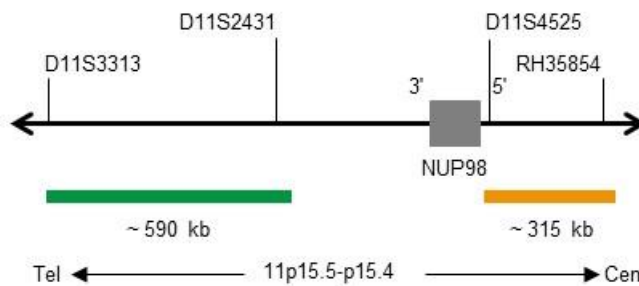

Fig. 1: SPEC NUP98 Mapa de la sonda (no está a escala)
- Polinucleótidos marcados en verde (excitación a 503 nm/emisión a 528 nm) ZyGreen (~10,0 ng/μl), dirigidos a secuencias localizadas en 11p15.4-p15.5\* (chr11:2,773,748-3,363,120) distales a la región del punto de ruptura de NUP98 (ver Fig. 1).
- Polinucleótidos marcados en naranja (excitación a 547 nm/emisión a 572 nm) ZyOrange (~4,5 ng/μl), dirigidos a secuencias localizadas en 11p15.4\* (chr11:3,829,054-4,142,792) proximales a la región del punto de ruptura de NUP98 (ver Fig. 1).